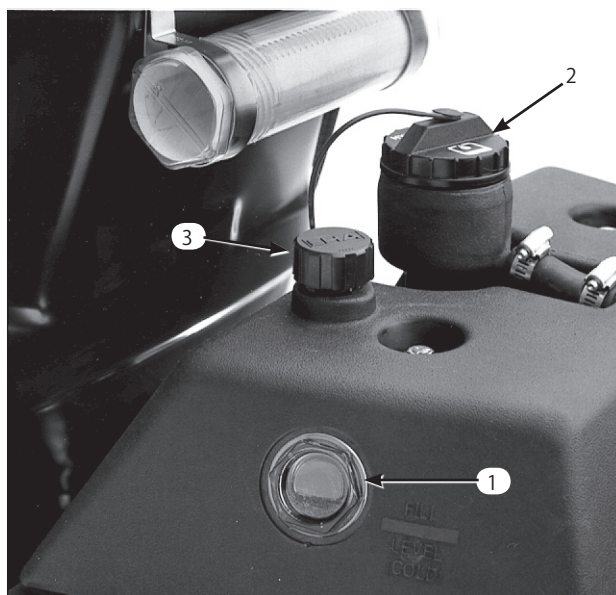

図16
1. 平らな場所に駐車する。エンジンもオイルも冷えていることを確認する。補助オイルタンクについているゲージ窓（図16）で点検を行う。ゲージ横の FULL マークまであれば適正である。